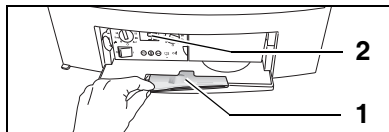

Bild 3 BC10 och bruksanvisning
Grundkontrollen BC10 sitter bakom luckan på vänster sida (bild 3, pos. 2).
På luckans baksida finns ett fack där bruksanvisningen till värmepannan ligger (bild 3, pos. 1).